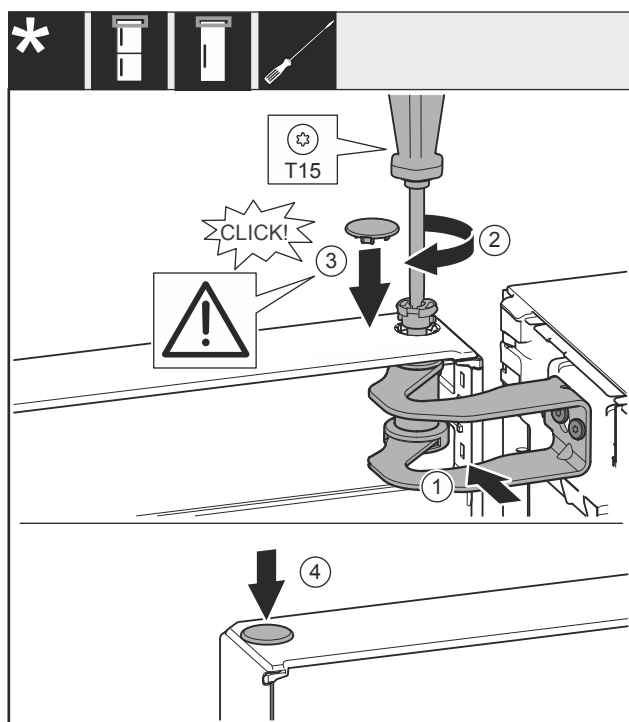

Fig. 54
- Выровняйте дверь по отверстию в опорном кронштейне Fig. 54 (1).
- Вставьте палец Fig. 54 (2) и затяните отверткой.
- Установите крышку Fig. 54 (3).
- Проследите за тем, чтобы крышка Fig. 54 (3) прилегала к дверям.
- Установите крышку Fig. 54 (4).